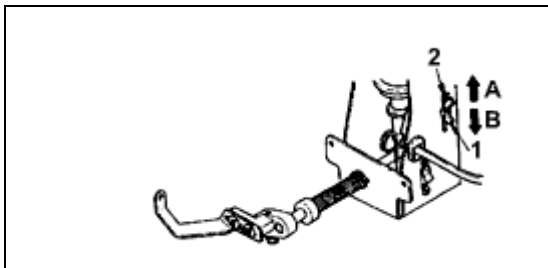

Fig. 30
Para ajustar a tensão do fio da agulha, folgue o parafuso borboleta (1) e deslize-o para cima ou para baixo conforme necessário, usando o indicador (2) e a graduação de referência como indicado na Fig. 30.
NOTA: A folga excessiva do fio da agulha pode causar "casa de abelhas" e quebra do fio no início da costura. Folga insuficiente pode resultar em puxada do fio da agulha fora do furo da agulha, perda de pontos e quebra da agulha no início da costura. Quando o funcionamento do regulador de folga do fio da agulha não for necessário, desligue a chave (3) conforme indicado na Fig. 30.